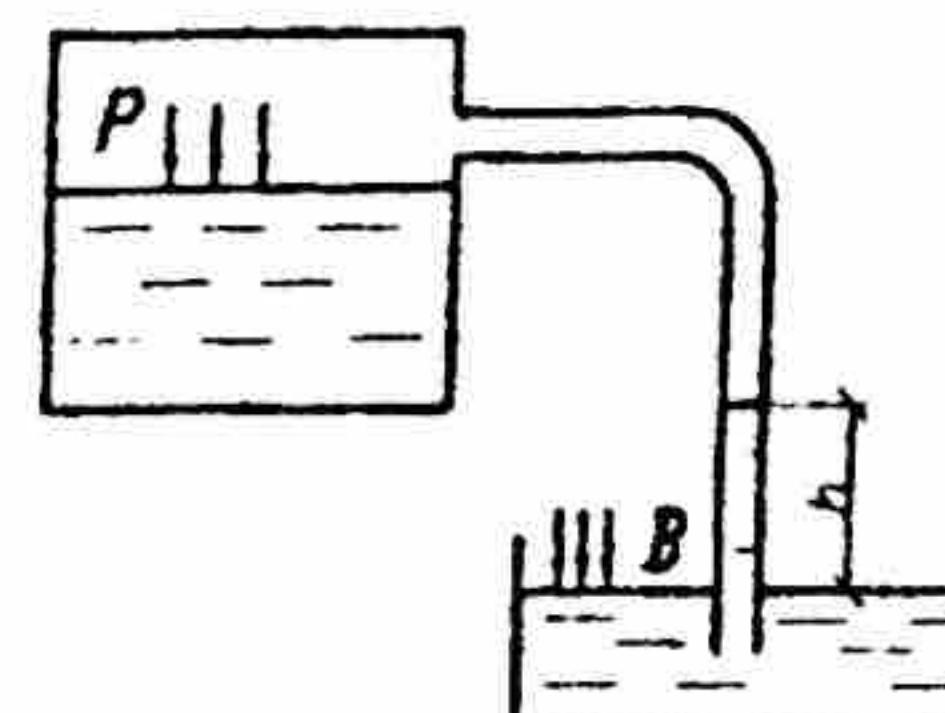

Рис.2
3. Определить давление P_0 на свободной поверхности в закрытом сосуде (рис. 2), если в трубе, присоединённой к сосуду, жидкость x поднялась на высоту h .